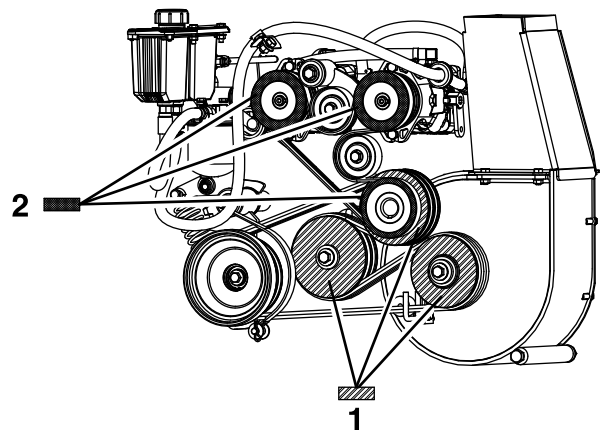

Bild 67
8. Messen Sie von der Riemenscheibe des Gebläses als Basislinie; bewegen Sie den Motor und die Zwischenwelle, bis die hintere Oberflächen aller drei Riemenscheiben innerhalb von 0,8 mm bis 1,6 mm ausgefluchtet sind (**Bild 67**).
4. Fluchten Sie jede Riemenscheibe der Pumpe mit einem geraden Lineal aus und ziehen es entlang der Pumpenwelle (Bild 67).